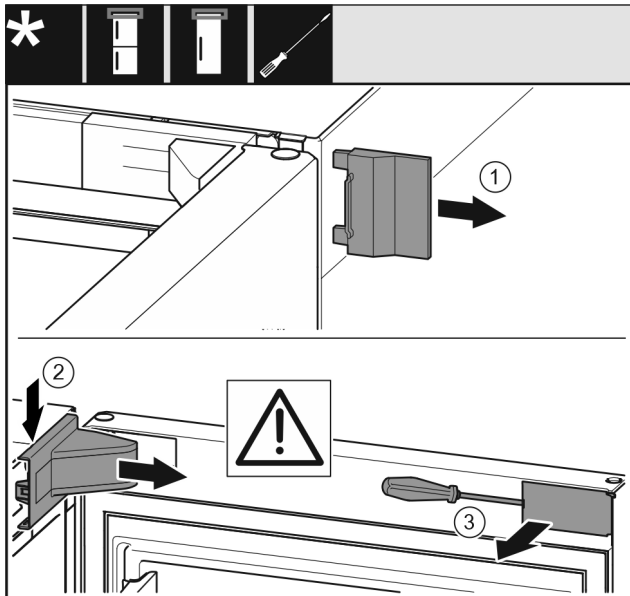

Fig. 8
- ▶ Odoberte vonkajší kryt. Fig. 8 (1)
- ▶ Odistite a uvoľnite kryt ložiskovej konzoly. Odoberte kryt ložiskovej konzoly. Fig. 8 (2)
- ▶ Kryt odistite plochým skrutkovačom a vyklopte nabok. Fig. 8 (3)